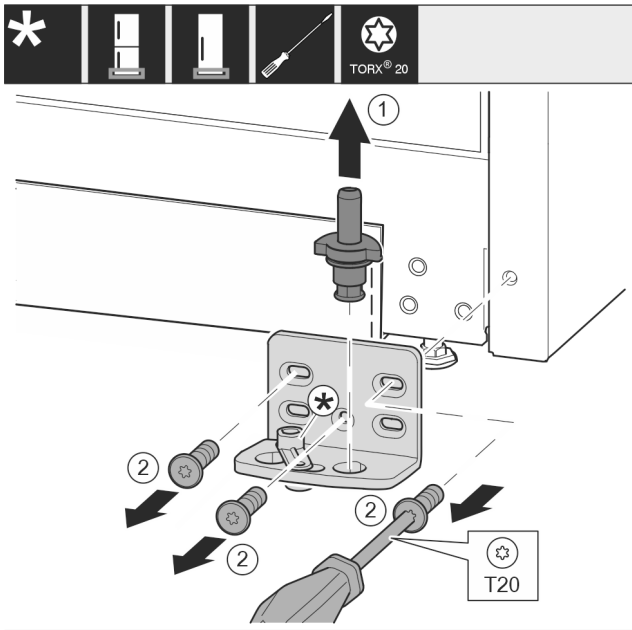

Fig. 17 \*
- ▶ Ložiskový čep Fig. 17 (1) celý vytáhněte nahoru.\*
- ▶ Šroubovákem vyšroubujte šrouby Fig. 17 (2) a sejměte stojan ložiska.\*